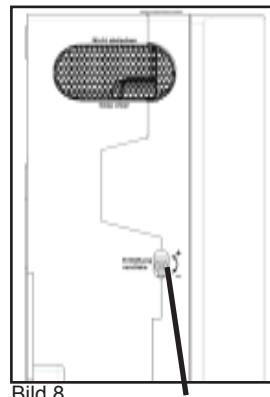

Bild 8
- Entlüftungshahn der Pumpe mittels beiliegenden Steck-schlüssel ca. 2 Umdrehungen öffnen und 1 Minute geöffnet lassen, siehe Seitenansicht Bild 8.